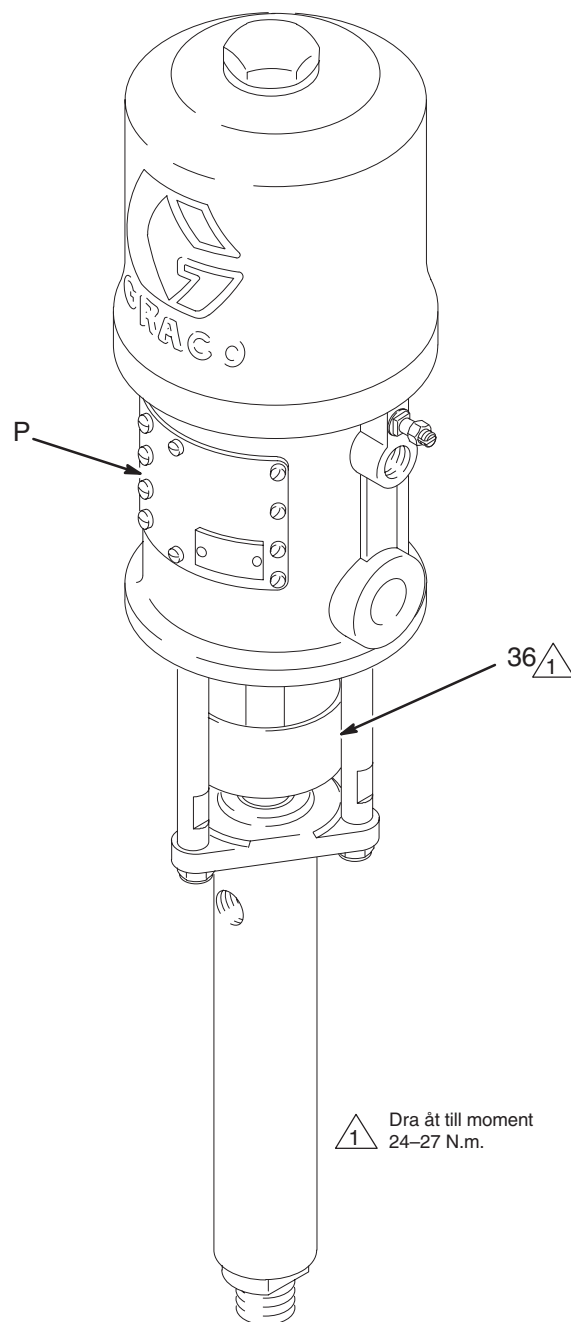

Fig. 3
Kör inte utan att luftmotorplåtarna (P, Fig. 3) monterade. Fingrarna eller handen kan klämmas eller slitas av. Se **RISKER MED RÖRLIGA DELAR** på sidan 3.
Se till att tätmuttern/våtkoppen (36) är fylld med Graco halstätningvätska (TSL) eller motsvarande så förlängs tätningarnas livslängd. Se Fig. 3.